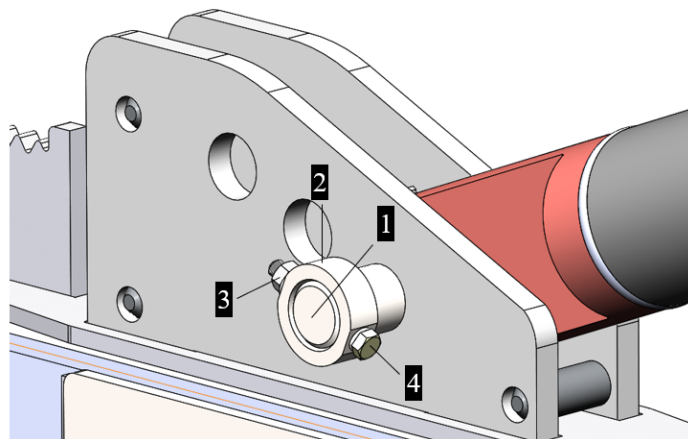

Рисунок 3.73. Центрирование отверстий гидроцилиндра перекоса отвала с толкающим брусом
- ▶ Зафиксировать палец 1 кольцом 2, используя болт 3 шайбы и гайку 3, см. рис. 3.73